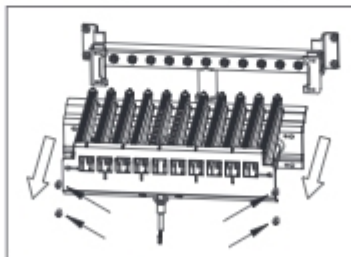

Рис.11
- 3) С помощью отвертки ослабьте четыре винта на горелки, снять горелку (как на рис.11)